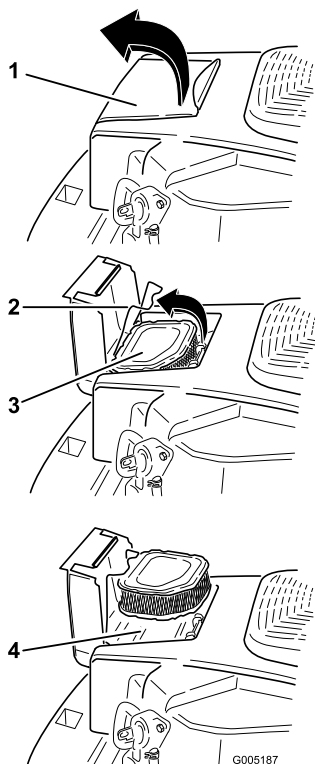

Figure 26
1. Ouvrez le couvercle du filtre à air situé sur le carter ventilateur pour accéder à l'élément du filtre à air (Figure 26).
2. Ouvrez le verrou et retirez l'élément du filtre à air (Figure 26).